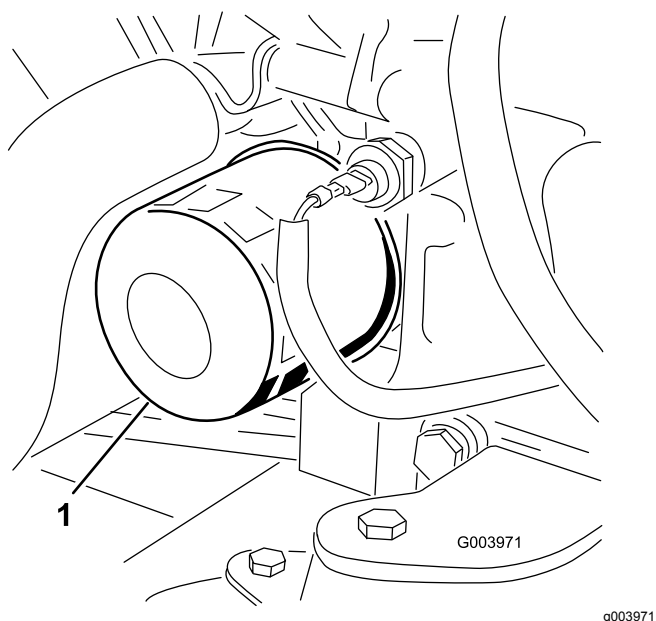

Figura 51
3. Retire o filtro do óleo (Figura 51).